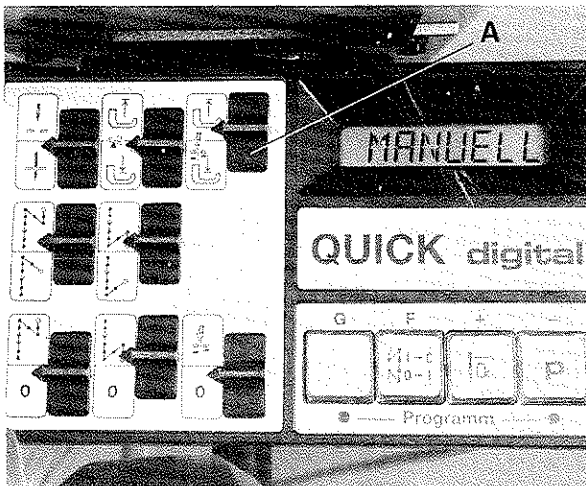

Fig. 14
- 4.3 Move selector switch (A, Fig. 14) on motor operator panel down and up again and the tape is fed automatically under the presser foot.
- 4.3 Schieben Sie den Wahlschalter (A, Fig. 14) am Motor-Bedienfeld nach unten und wieder nach oben und das Band wird automatisch unter den Drückerfuß transportiert.